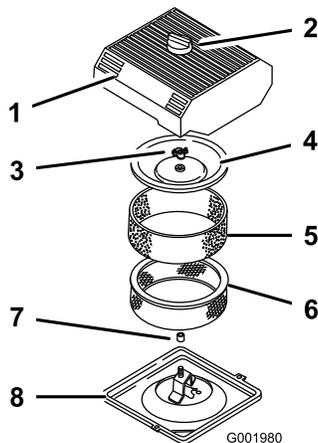

Figura 24
3. Pulite intorno al filtro dell'aria per evitare che la morchia possa penetrare nel motore provocando gravi danni (Figura 24).
4. Svitare la manopola sul coperchio del filtro dell'aria e togliete il coperchio (Figura 24).
5. Togliete con cautela l'elemento in schiuma sintetica dall'elemento di carta (Figura 24).
6. Svitare il dado del coperchio e togliete sia il coperchio che l'elemento di carta (Figura 24).
1. Infilate con cautela l'elemento in schiuma sintetica sopra l'elemento di carta del filtro dell'aria (Figura 24).
3. Avvitare a fondo, manualmente, il dado contro il coperchio (Figura 24).
4. Montate il coperchio del filtro dell'aria e la manopola (Figura 24).